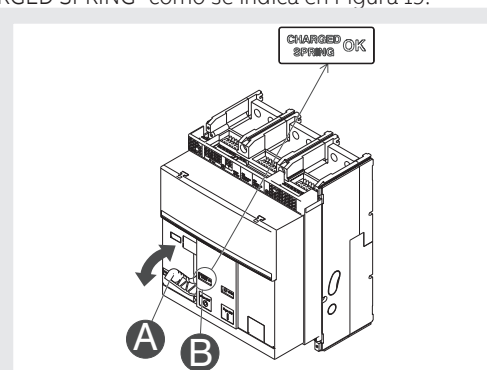

Figura 19
2. Carga de los resortes - Tirar de la palanca [A] hacia abajo varias veces hasta que el indicador de resortes cargados [B] se ponga amarillo - CHARGED SPRING" como se indica en Figura 19.